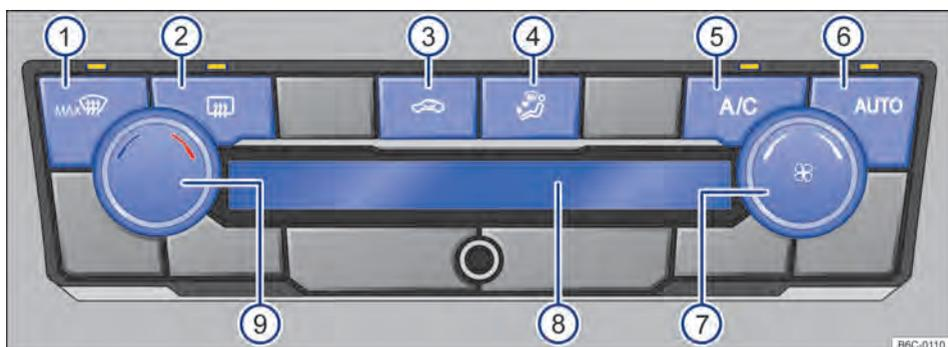

Fig. 85 Comandos do Climatronic.
- *Climatronic*: girar o regulador do ventilador para a esquerda até o batente → Fig. 85 .
Com o botão  → Fig. 85  é possível ligar e desligar o modo automático do Climatronic.
- *Climatronic*: girar o regulador rotativo esquerdo → Fig. 85 .
No display do Climatronic → Fig. 85  é indicada a temperatura ajustada. ▶
- *Climatronic*: girar o regulador do ventilador → Fig. 85 (7).
- *Climatronic*: pressionar o botão → Fig. 85 (4) para posição desejada, a distribuição selecionada será indicada no display (8).
- *Climatronic*: pressionar o botão  → Fig. 85 (1).